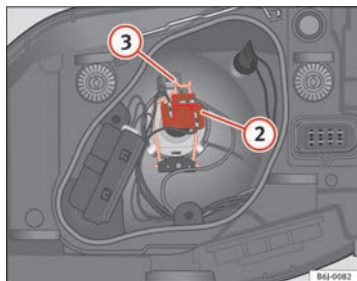

Fig. 140 Anabbagliante e abbagliante faro singolo
- Estrarre il connettore ⇒ fig. 140 ② della lampada.
- Sganciare la molla di ritegno ⇒ fig. 140 ③ premendo verso l'interno e a destra.